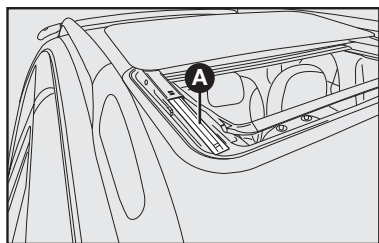

fig. 95
**Após a limpeza é necessário lubrificar moderadamente os elementos de deslizamento A-fig. 95 do mecanismo com vaselina sólida. Em caso de dificuldades, dirigir-se à Rede Assistencial Fiat.**